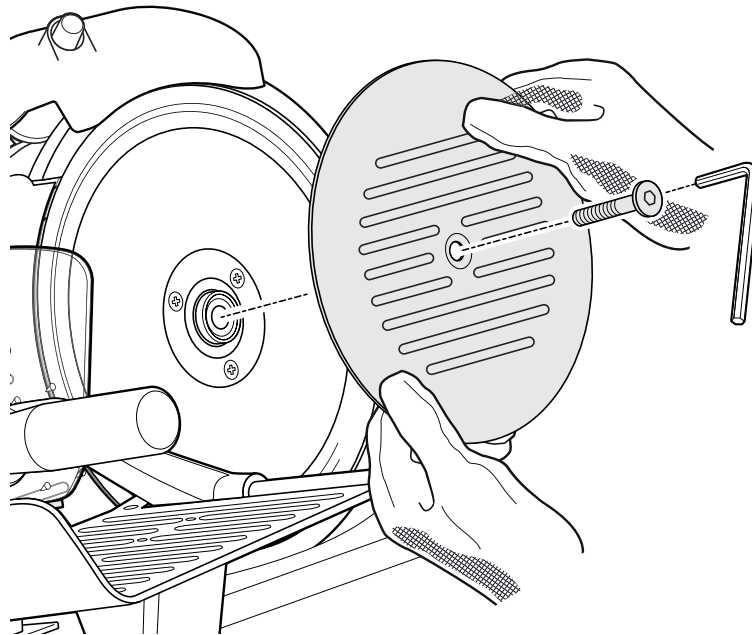

Fig. 7
1. Procédez de la manière décrite dans la section précédente et retirez la plaque pare-lame (voir Fig. 7).